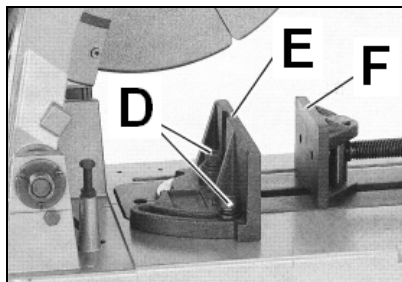

Fig 4
Afin d'augmenter la capacité de serrage, il est possible de fixer le mors de serrage (E, Fig 4) dans différentes positions.
Desserrer les vis (D, Fig 4) et positionner le mors de l'étau (E) dans la position d'onglet désirée. Resserrer les vis.